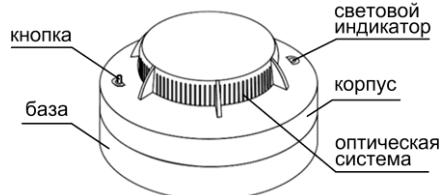
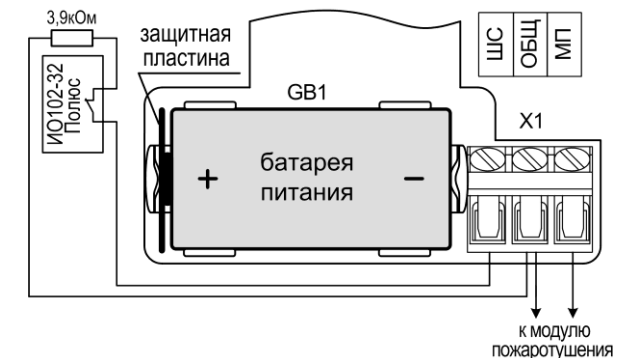
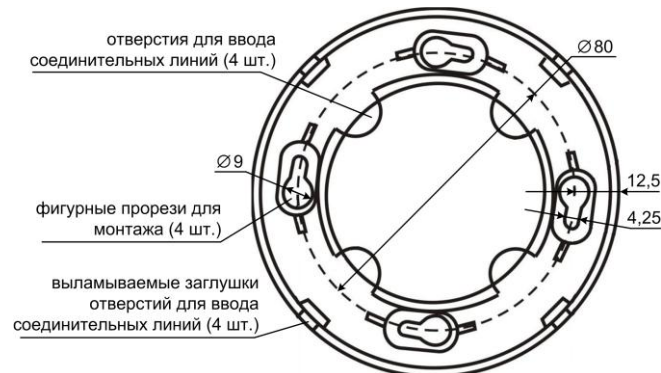

Рис.1 УСП. Общий вид
Рис.2 Расположение клеммной колодки X1 и батареи питания. Схема внешних подключений
Рис.3 База. Расположение отверстий для крепления, для ввода соединительных линий, присоединительные размеры
Конструктивно устройство выполнено в виде съёмного корпуса, фиксируемого на базе (см. рис.1). В базе расположены отверстия для крепежа (фигурные прорези) и для ввода соединительных линий (см. рис.3).
Со стороны задней стенки корпуса имеется отсек со съёмной крышкой, в котором расположены (см. рис.2):
- клеммы «ШС» и «ОБЩ» (вход «Блокировка»), для подключения устройства блокировки запуска пожаротушения. Для блокировки автоматического запуска рекомендуется использовать извещатели охранные магнитоконтактные ИО102-32 «Полюс», производства НПО «Сибирский Арсенал» (схема подключения – см. рис.2) или аналогичные других производителей. Если устройство блокировки не используется, то оконечный резистор 3,9кОм *обязательно* должен быть присоединен непосредственно к клеммам: «ШС» и «ОБЩ».
При размыкании контактов (или короткого замыкания соединительных линий) внешнего устройства, подключенного к входу «Блокировка» (рис.2), УСП переходит в режим «Блокировка» автоматического запуска. При этом сигналы оповещения (табл.1) предупреждают, что автоматический запуск пожаротушения заблокирован. Переход в режим «Блокировка» возможен из любого режима или состояния УСП за исключением режима «Пожар».
3. В соответствии со схемой (рис.2), произведите подключение соединительных линий (предварительно продев их в отверстия для ввода в базу – рис.3) к клеммной колодке Х1, к модулю пожаротушения и устройству блокировки автоматического запуска.
Необходимо закрепить базу (см. рис.3) в выбранном месте и зафиксировать устройство поворотом по часовой стрелке.